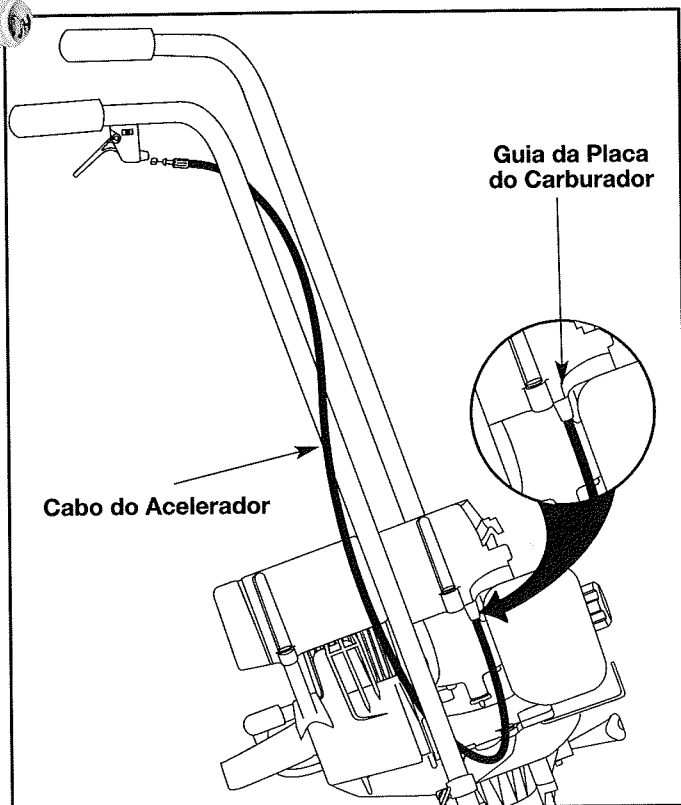

Fig. 8
1. Envolve o guiador com o cabo do acelerador, de modo a que este dê uma volta completa (Fig. 8).
**NOTA:** Certifique-se de que o cabo do acelerador está bem inserido no guia na placa do carburador do motor. Caso contrário, o acelerador não funcionará correctamente (Fig. 8).